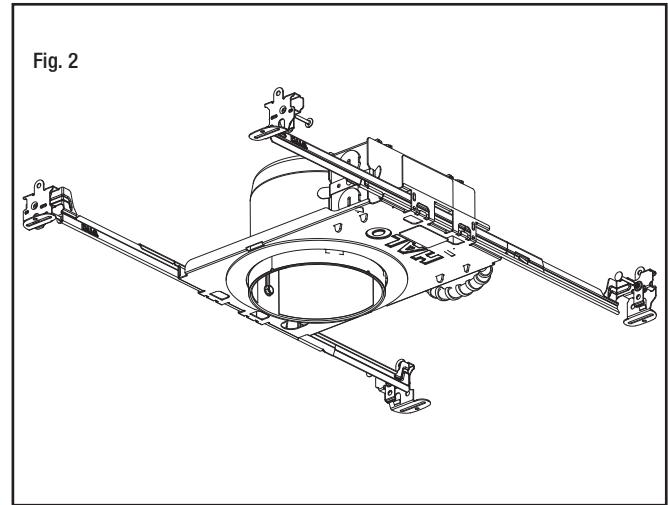

Fig. 2
- Bar hangers for this fixture are of interlocking design to allow positioning of housing along entire length of bars. Position bar hangers as shown (Fig. 2).
Step 2. Extended bar hangers to fit between joists. Position fixture by hammering nails into joists. Bar hangers should be level with bottom of joists (Fig. 2).
Step 4. Adjust position of fixture on bar hangers as needed. To secure fixture in position, tighten screw and/or crimp tabs on plaster frame over bar hangers (Fig. 2).
Step 5. Center fixture over opening. To secure fixture position in ceiling, tighten screw and/or crimp tabs into hanger bars to lock fixture in place (Fig. 2).
- Les barres de suspension de cet appareil d'éclairage ont une caractéristique de verrouillage. Le boîtier peut ainsi être positionné sur toute la longueur des barres. Positionnez les barres de suspension comme illustré (Fig. 2).
Étape 2. Déployez les barres de suspension pour qu'elles se calent entre les solives. Positionnez l'appareil d'éclairage en enfouissant des clous dans les solives à l'aide d'un marteau. Les barres de suspension doivent être alignées avec le bas des solives (Fig. 2).
Étape 4. Ajustez la position de l'appareil d'éclairage sur les barres de suspension, selon nécessité. Pour immobiliser l'appareil d'éclairage, serrez la vis et/ou repliez les broches du cadre en plâtre sur les barres de suspension (Fig. 2).
- Los colgadores de barra para este accesorio tienen un diseño de acoplamiento que permite el posicionamiento de la caja a lo largo de toda la longitud de las barras. Coloque los colgadores de barra como se muestra (Fig. 2).
Paso 2. Extienda los colgadores de barra para que quepan entre las vigas. Coloque el accesorio martillando los clavos dentro de las vigas. Los colgadores de barra deben estar nivelados con la parte inferior de las vigas (Fig. 2).
Paso 4. Ajuste la posición del accesorio en los colgadores de barra como sea necesario. Para asegurar el accesorio en posición, apriete el tornillo y/o doble las puntas en el marco de yeso sobre los colgadores de barra (Fig. 2).
MISE EN GARDE : Pour votre sécurité, veuillez lire et comprendre les instructions avant de commencer. **Étape 5.** Centrer l'appareil par-dessus l'ouverture. Pour qu'il demeure fixé au plafond, serrer la vis et/ou rentrer les pattes dans les supports afin de bloquer l'appareil contre les supports (Fig. 2).